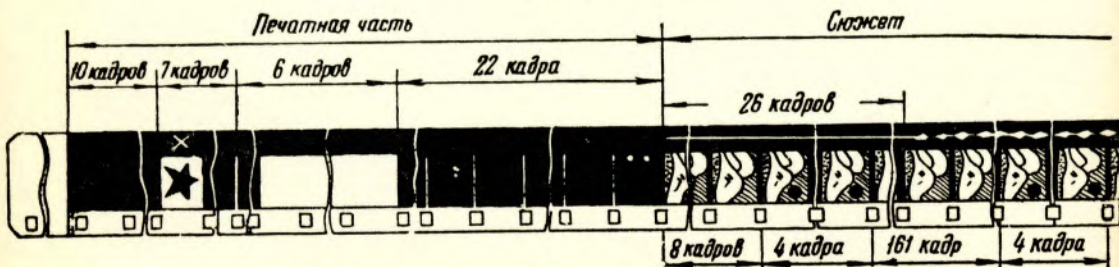

Рис. 2
3. Конечный ракорд должен удовлетворять рис. 2 и требованиям настоящей нормали.